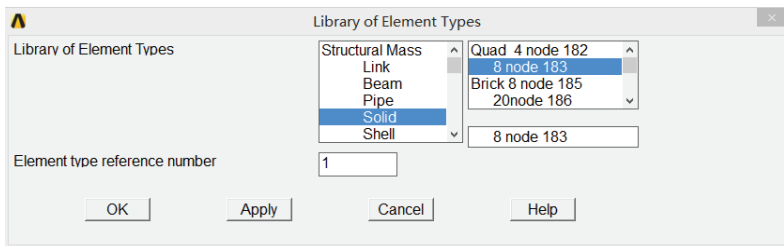

图 3-4 指定单元类型对话框
1) 选择 Main Menu | Preprocessor | Element Type | Add/Edit/Delete 命令, 出现 Element Types 对话框, 单击 Add 按钮, 出现 Library of Element Types 对话框。在 Library of Element Types 列表框中选择 Structural Solid, Quad 8 node 183, 在 Element type reference number 输入栏中输入 1, 如图 3-4 所示, 单击 OK 按钮关闭该对话框。